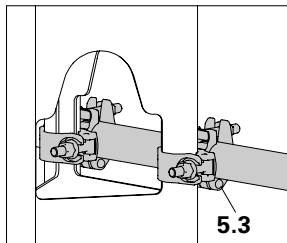

Fig. A3.03.3
5. Monter stilladsrør med to fastkoblinger (5.3) hver per HD Støtte. (Fig. A3.03.3 + A3.03)